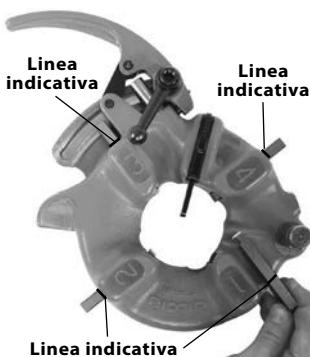

Figura 10 – Inserimento dei pettini
- Inserire gli opportuni pettini nella testa portapettini con il margine numerato rivolto verso l'alto, fino a quando la linea dell'indicatore sarà a pari con il margine della testa portapettini (vedere Figura 10). I numeri sui pettini devono corrispondere ai numeri sulle fessure della testa portapettini. Sostituire sempre i pettini come set - non mescolare pettini provenienti da set diversi.